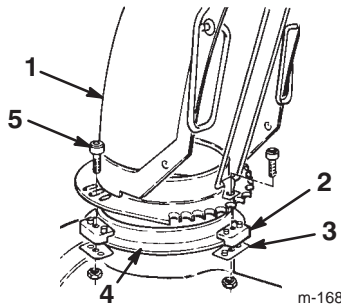

Figure 13
1. Appliquez une fine couche de graisse pour basse température sur la couronne de l'éjecteur (Fig. 13).
2. Placez l'éjecteur (ouverture vers l'avant) sur l'ouverture d'éjection de sorte que les dispositifs de retenue se trouvent sur la couronne (Fig. 13).
3. Serrez la vis et le contre-écrou de gauche pour positionner le dispositif de retenue en appui contre la plaque de retenue et pour fixer l'éjecteur à la couronne (Fig. 13).
4. Poussez les autres dispositifs de retenue vers l'éjecteur (fendu) et serrez les vis (Fig. 13).
5. Vérifiez que l'éjecteur pivote librement sur la couronne. S'il résiste, déplacez le dispositif de retenue droit vers l'extérieur (Fig. 13).